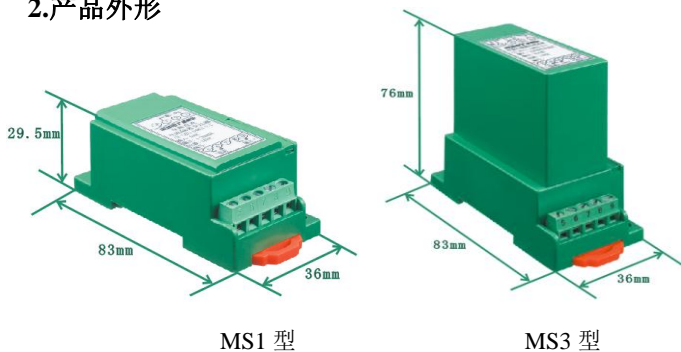
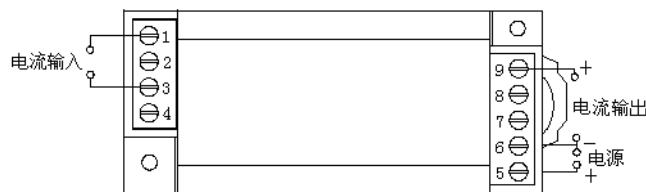

图 1 MS 型外形图
图 4 电流输出产品接线图
- ① 把变送器固定卡槽一侧勾在安装导轨上;
- ② 向下牵动弹簧销(如图 1 底端的红色弹簧销);;
- ③ 使变送器卡口套在安装导轨上;
- ④ 松开弹簧销, 变送器卡在安装导轨上。
- ① 按图 4 所示的螺孔位置在固定板上攻丝 M3 螺钉孔;
- ② 使用 M3 的螺钉拧入螺钉孔中固定。